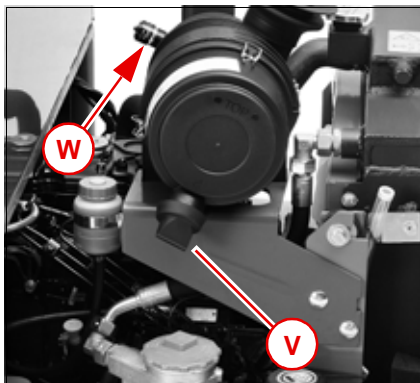

Fig. 178
Limpar ou substituir o filtro de ar do motor quando entre os intervalos de manutenção a tampa vermelha estiver visível no vidro de inspeção do indicador de manutenção **W** (Fig. 178). Para redefinir o display, pressionar o botão **1**.
- ▶ Limpar ou substituir o filtro de ar do motor quando entre os intervalos de manutenção a tampa vermelha estiver visível no indicador de manutenção **W** (*Fig. 178*)! Para redefinir o display, pressionar o botão 1.